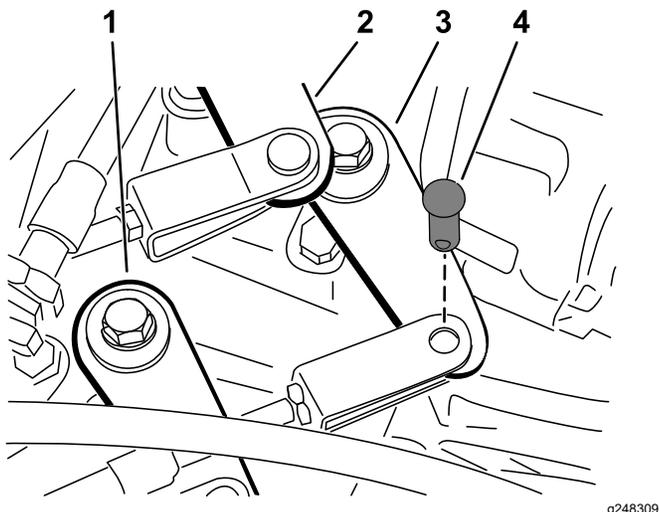

Рисунок 45
2. Снимите шплинтуемые штифты, крепящие тросики переключения передач к рычагам переключения передач (Рисунок 45).
1. Снимите шплинтуемый штифт, который крепит трос высокого-низкого диапазона к коробке передач (Рисунок 45).